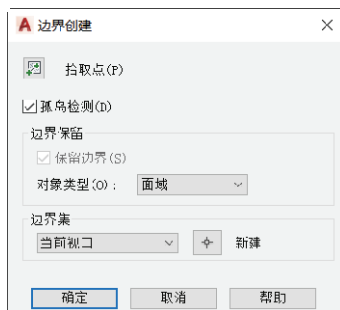

图 3-52 “边界创建”对话框
③ 确保勾选“孤岛检测”复选框，并从“对象类型”下拉列表框中选择“面域”选项，从“边界集”选项组的下拉列表框中选择“当前视口”选项，如图 3-52 所示。